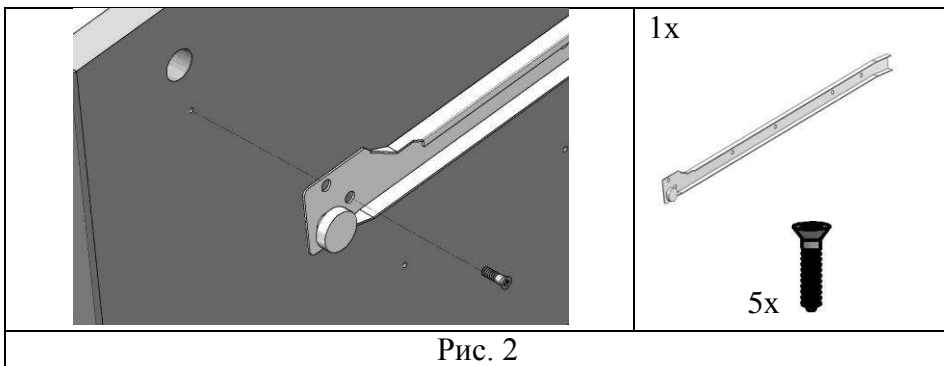

Рис. 2
4.1.2. К боковине левой (поз. 4) прикрутить направляющую роликовую левую L=500 (наружная) (поз. 14,) при помощи евровинтов ЕС4,0x13 или саморезов с потайголовкой 3,5x16 (поз. 8, пакет №34а), предварительно совместив отверстия с отверстиями в боковине левой (см. рис. 2).